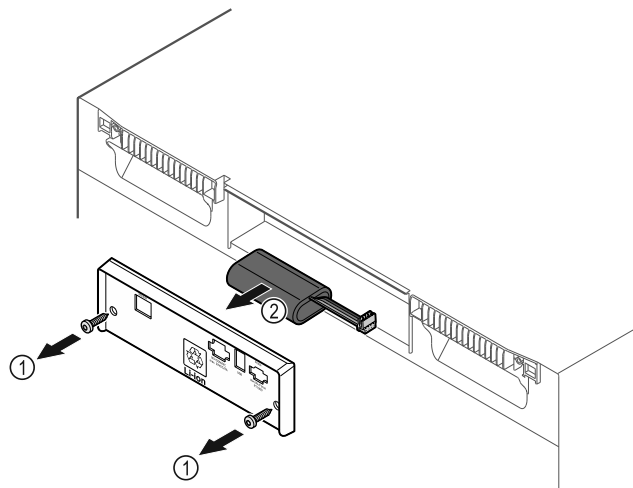

Fig. 186
- ▶ Развийте винтовете и свалете капака на гърба на уреда Fig. 186 (1).
- ▶ Изключете и извадете батерията Fig. 186 (2).